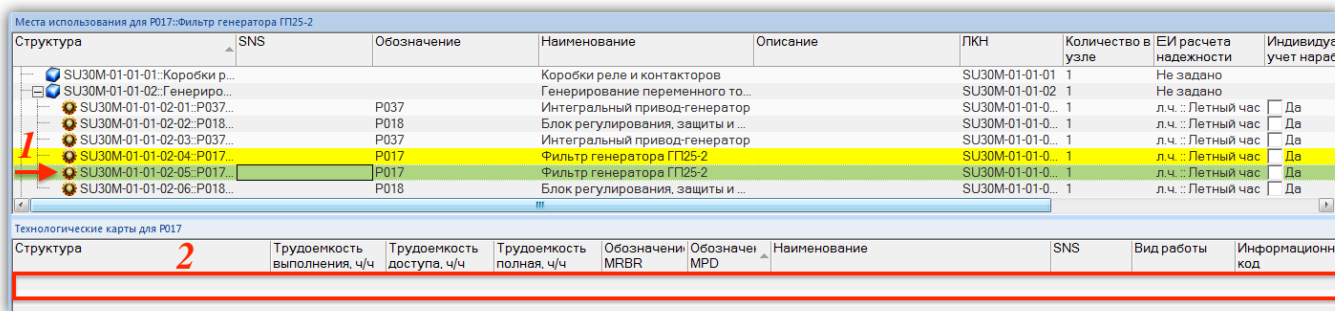

Рис. 12-52 – Связь техкарты «TK1» с другим месторасположением компонента «P017» в ЛСИ отсутствует
– Кнопку «Выполняется для элемента ЛСИ», чтобы оставить связь ТК только с данным местом использования компонента. Связь ТК с другими месторасположениями будет удалена. Если теперь выбрать другое месторасположение компонента в ЛСИ, то эта ТК не будет отображаться в связанном окне «Технологические карты» для компонента (рис. 12-52).